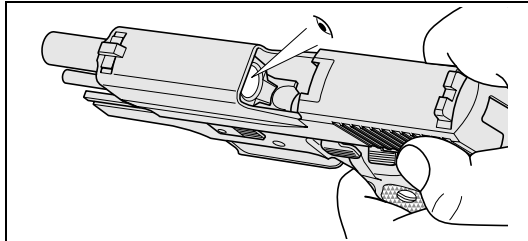

Abb. 3
5. Prüfen (visuell und manuell mit einem Hilfsmittel), ob die Patrone ausgeworfen wurde und sich keine Patrone im Patronenlager befindet (siehe Abb. 3).
3. Kontrollieren, dass sich keine Patrone im Patronenlager befindet (siehe Abb. 3).